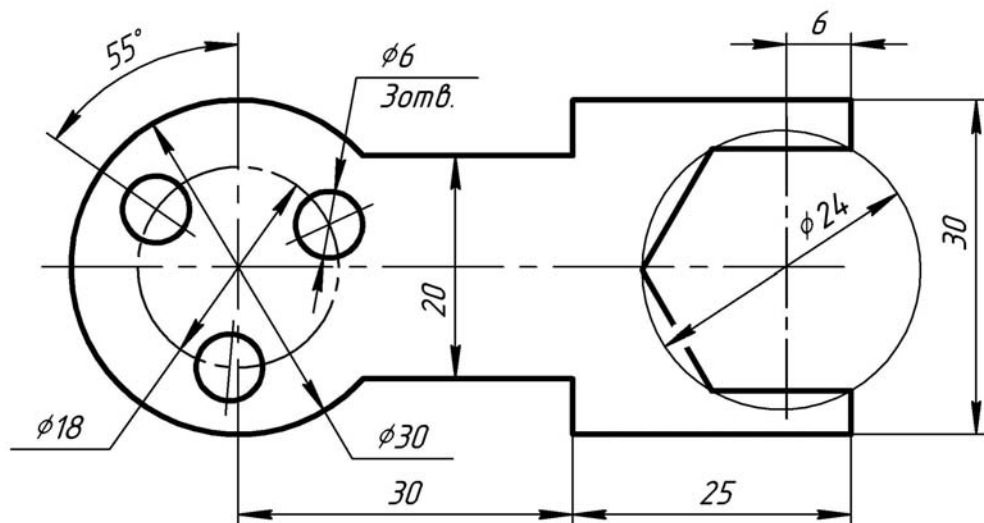
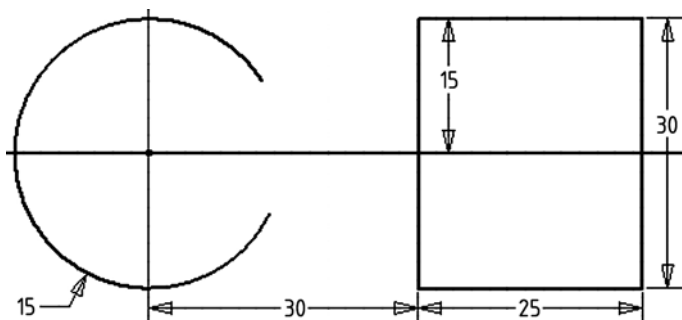

Рис. 1
Рис. 9
Задача: Построить контур по размерам, указанным на рис. 1, затем контур выдавить толщиной 5 мм.
Для контура на рис. 1 одной из возможных точек начала построения является центр дуги окружности диаметра 30 мм. Начнем построение контура с этой дуги, а ее центр расположим в точке с координатами (0, 0).
- Изменяем значения размеров на требуемые (рис. 9), указанные на чертеже контура (рис. 1).
Из чертежа контура (рис. 1) видно, что данные отрезки расположены вдоль оси X, параллельны и равны между собой, т.е. уже известны зависимости, которые необходимо к ним применить: **Горизонтальность**, **Параллельность** и **Равенство**.
Из чертежа контура (рис. 1) видно, что центр шестиугольника находится на одной горизонтальной линии с центром дуги окружности, а две вершины принадлежат соответствующей стороне прямоугольника. Следовательно, задать требуемое расположение шестиугольника возможно двумя зависимостями: **Горизонтальность** и **Совмещение**.
На чертеже контура (рис. 1) размер шестиугольника поставлен как диаметр описанной окружности, поэтому придется поставить размерную линию между двумя противоположными вершинами.